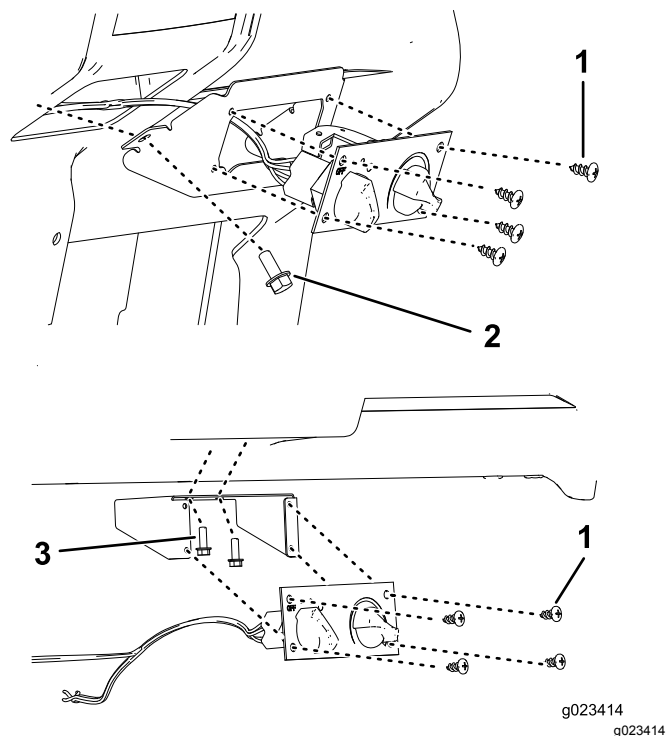

Figura 5
4. Fissate il comando del riscaldatore al relativo supporto utilizzando 4 viti per lamiera (**Figura 5**).
5. Collegate il cavo di comando del riscaldatore e il connettore del cablaggio preassemblato nero al comando del riscaldatore e il connettore del cablaggio preassemblato bianco al riscaldatore (**Figura 5**).
7. Fissate utilizzando 4 bulloni a testa flangiata (5/16") nella parte anteriore del supporto del comando del riscaldatore e 2 bulloni (5/16" per i modelli HD) sul lato del supporto o 2 bulloni (1/4" per i modelli MD) nella parte superiore interna del supporto, a seconda di quale veicolo possedete (**Figura 5**).